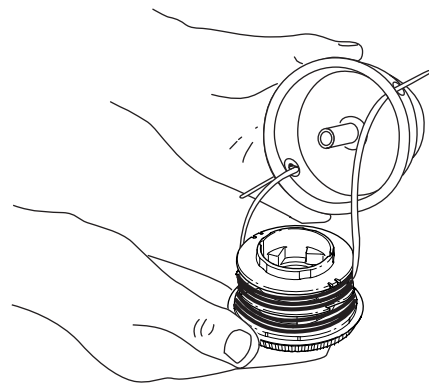

Fig. 21
- Inserte los extremos de la línea de corte del nuevo carrete interior dentro de los ojajillos de la bobina exterior (Fig. 21). Coloque el nuevo carrete interior con la flecha hacia arriba dentro de la bobina exterior.
3. Saque el carrete interior con la línea existente de la bobina exterior (Fig. 21).